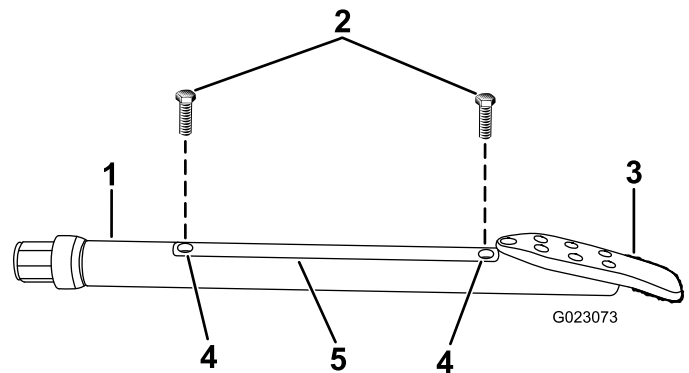

Figura 82
2. Afloje los tornillos que sujetan la tapa al portasonda, y retire la tapa (Figura 82).
4. Instale la tapa del portasonda y sujétela con los tornillos (Figura 82).